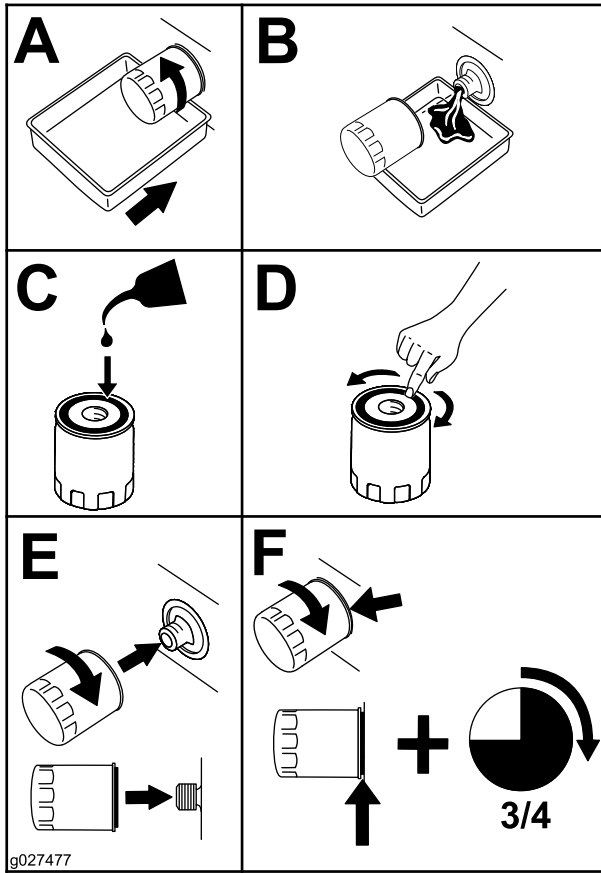

Bild 48
4. Wechseln Sie den Ölfilter wie in Bild 48 gezeigt.